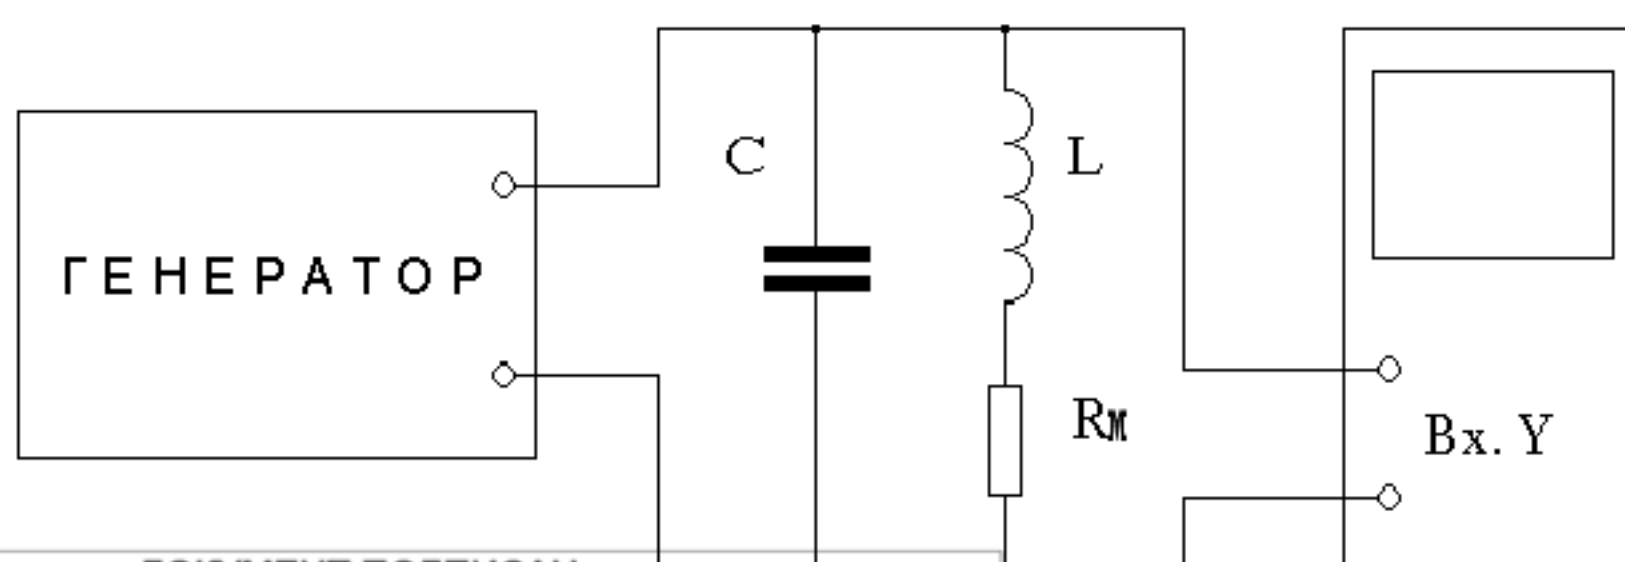

Рис. 5.
1. Собрать схему согласно рис. 5. Сопротивление магазина R_M сделать равным нулю. Индуктивность и емкость контура выбрать произвольно, внести их параметры в табл. 11.1.